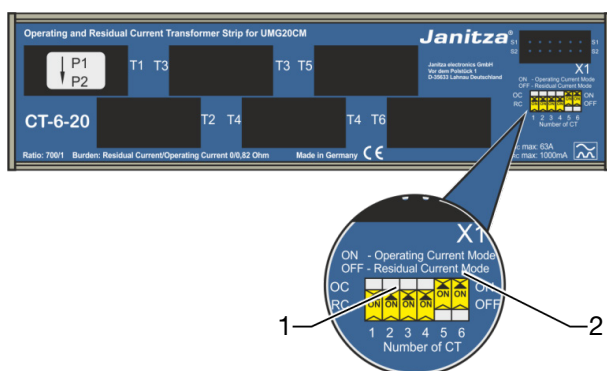

Abb. 2: DIP-Schalter
1. DIP-Schalter in die entsprechende Schalterstellung bringen (siehe Abb. 2):
- Betriebsstrommessung (OC): DIP-Schalter auf „ON“ schieben.
- Differenzstrommessung (RC): DIP-Schalter auf „OFF“ schieben.